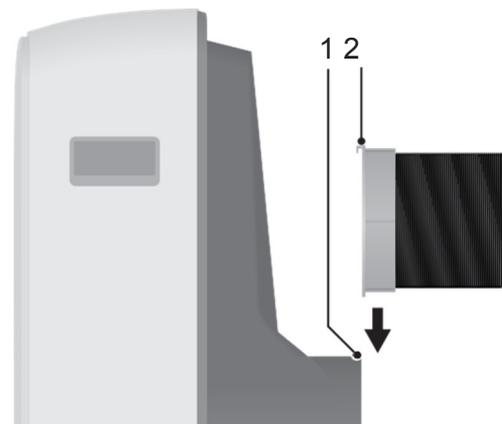

Bild 8: Anschluss des Spiralschlauchs an das Klimagerät.
3. Stecken Sie den Flansch des Spiralschlauchs von oben in den Anschluss auf der Rückseite des Klimageräts hinein (siehe Bild 8).